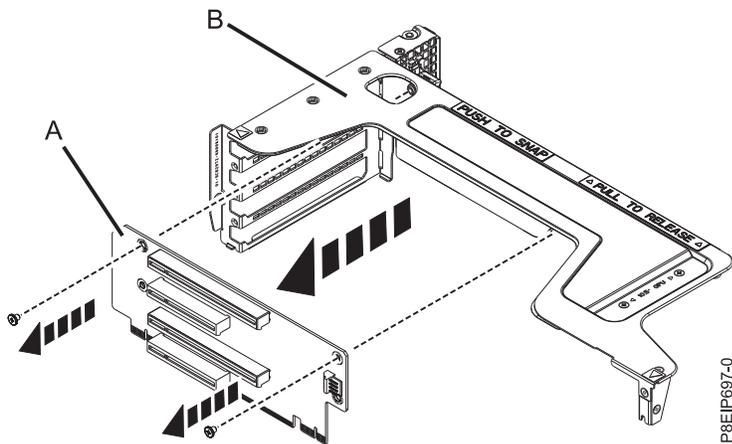

Abbildung 47. Riserkarte in den Positionen 5, 6, 7 und 8 ausbauen
- h. Wenn die Riserkarte für die Positionen 5, 6, 7 und 8 ausgetauscht werden muss, bauen Sie sie aus der Riserkartenhalterung aus. Entfernen Sie die zwei Schrauben, mit denen die Riserkarte an der Riserkartenhalterung befestigt ist (siehe Abb. 47 auf Seite 43).